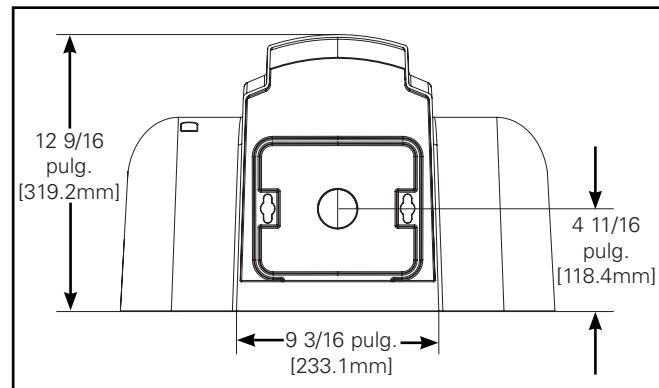

Figura 4.
1. El kit de montaje estándar puede montarse en cualquier caja de conexión estándar o empotrada de 4 pulg. No es para uso con una caja de conexión montada en una superficie. Para la orientación de la luminaria a la caja de conexión. (Figura 4.)